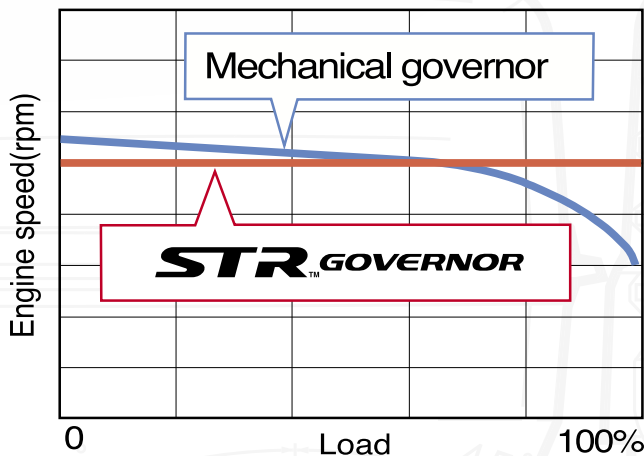

Fig. 1
- **Konstante Motordrehzahl** bei wechselnden Bedingungen (Abb.1).
- **Régime constant** en fonction de la charge variable (Fig. 1).